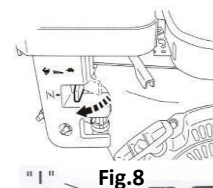

Fig.8
- Fechar a borboleta do ar, colocando em posição "CLOSED"; (Fig.8)